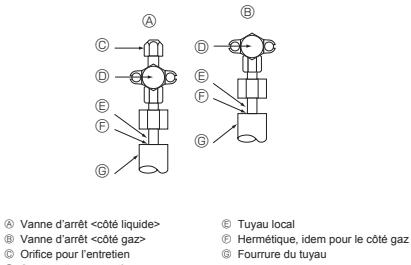

Fig. 5-4
5.4. Test d'étanchéité des tuyaux de réfrigérant (Fig. 5-4)
- Si la pression diminue à l'étape (2) ou (3), il y a une fuite de gaz. Rechercher l'origine de la fuite de gaz.